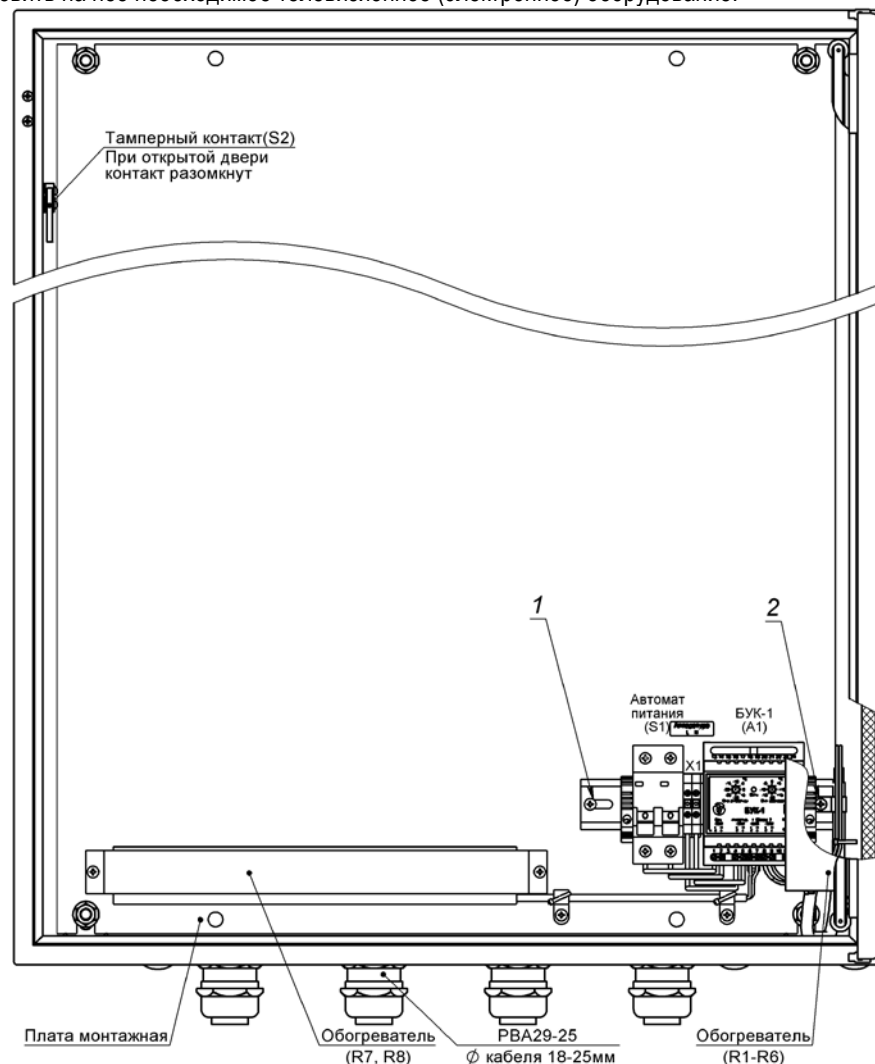

Рис. 1. Устройство термощкафа (дверь открыта на 90°).
Для установки в термощкаф телевизионного (электронного) оборудования необходимо извлечь монтажную плату (рис.1) из термощкафа, для чего необходимо:
3. Снять с монтажной платы DIN-рейку с установленными на ней автоматом питания S1, клеммной колодкой X1 и блок управления климатом БУК-1 (A1), выкрутив крепящие DIN-рейку саморезы 1 и 2 (рис.1).
2. Подключить телевизионное (электронное) оборудование к клеммной колодке X1, при этом фазный провод (L) соединить с контактом 1.2, нулевой провод (N) с контактом 2.2.
3. Подключить тамперный контакт S2 (рис.1) к внешнему устройству сигнализации.
5. Подключить кабель питания ко входу автомата питания S1, при этом фазный провод (L) соединить с контактом 1, нулевой провод (N) с контактом 3.